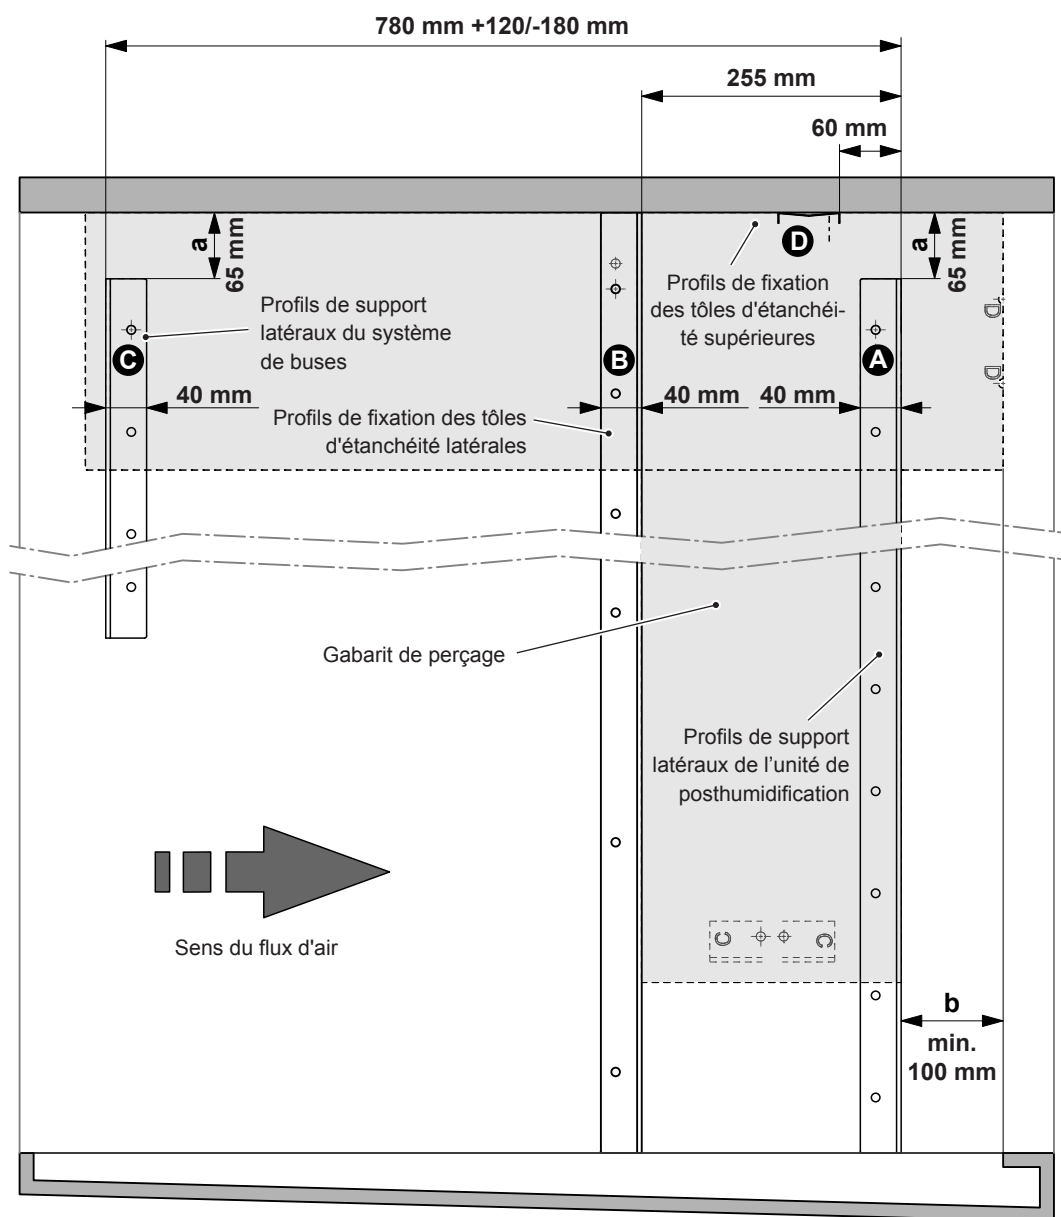

Fig. 7: Positionnement des éléments de fixation (vue latérale)
- des profils de fixation "B"sur les deux parois (voir Fig. 7 et Fig. 8)
- des profils de fixation "D"sur le plafond (voir Fig. 7 et Fig. 9). Pour ce faire, plier le gabarit de perçage de 90° à l'endroit indiqué.